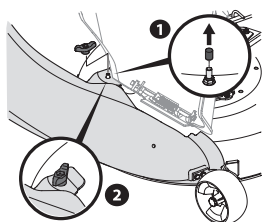

Figura 14
2. Fije el codo del canal a la plataforma usando la perilla de aletas (720-04122) del paquete de elementos de ferretería (689-00567). Consulte la Figura 14.
NOTA: Si la hubiera, retire la cubierta protectora de la clavija de montaje en la plataforma de corte como se muestra en el recuadro de la Figura 14.